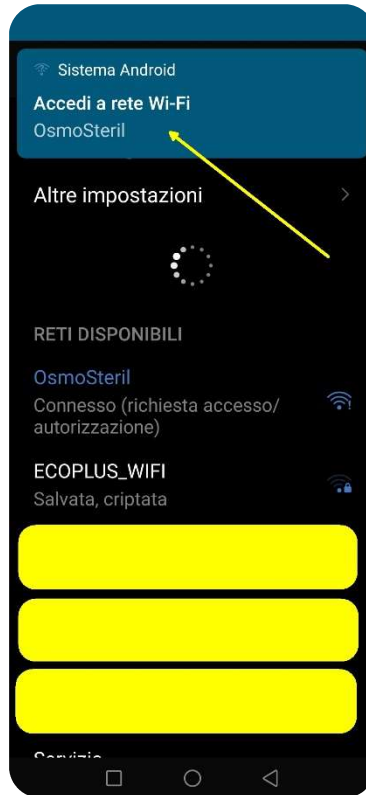

Fig. 2.2
- Une fois connecté au réseau Osmo Steril, cliquez sur "**access the Wi-Fi network**" dans la fenêtre qui s'affiche (pour les smartphones uniquement) ou ouvrez votre navigateur préféré et tapez **192.168.4.1** (adresse standard de l'interface Wi-Fi Osmo Steril Mono) dans la barre d'adresse pour accéder à la fenêtre de configuration. (Fig. 2.2)